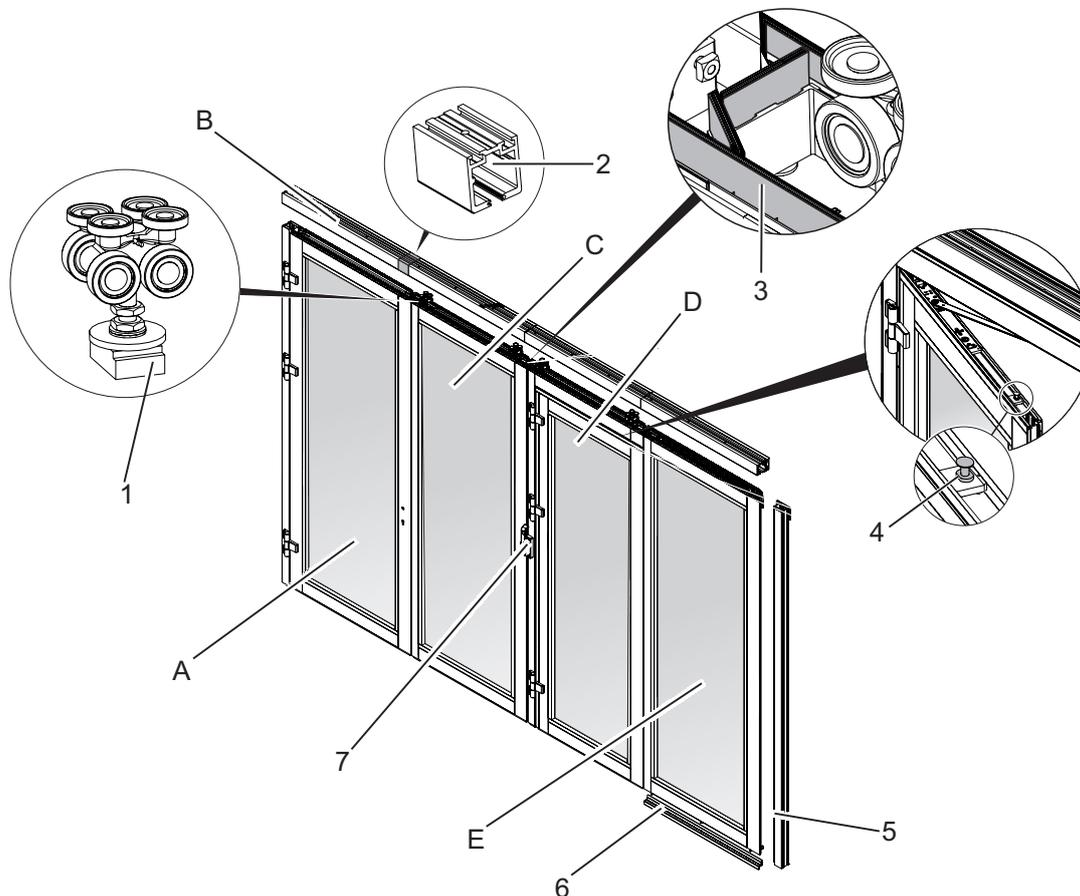

Fig. 1: Exemple de construction
- F Gare de rangement spécifique client (n'apparaît pas sur la fig. 1)